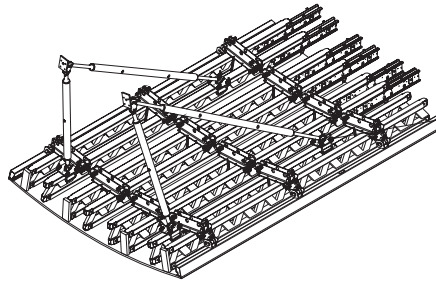

Fig. A9.01
- Fijar siempre dos estabilizadores y tirantes regulables al primer módulo a colocar. (Fig. A9.01)